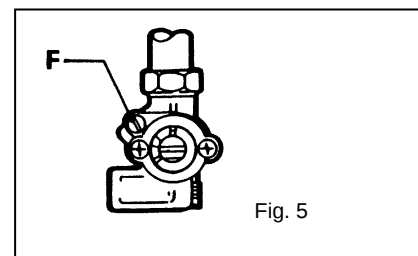

Fig. 5
5.3 Anpassung der Minima (Abb. 5)